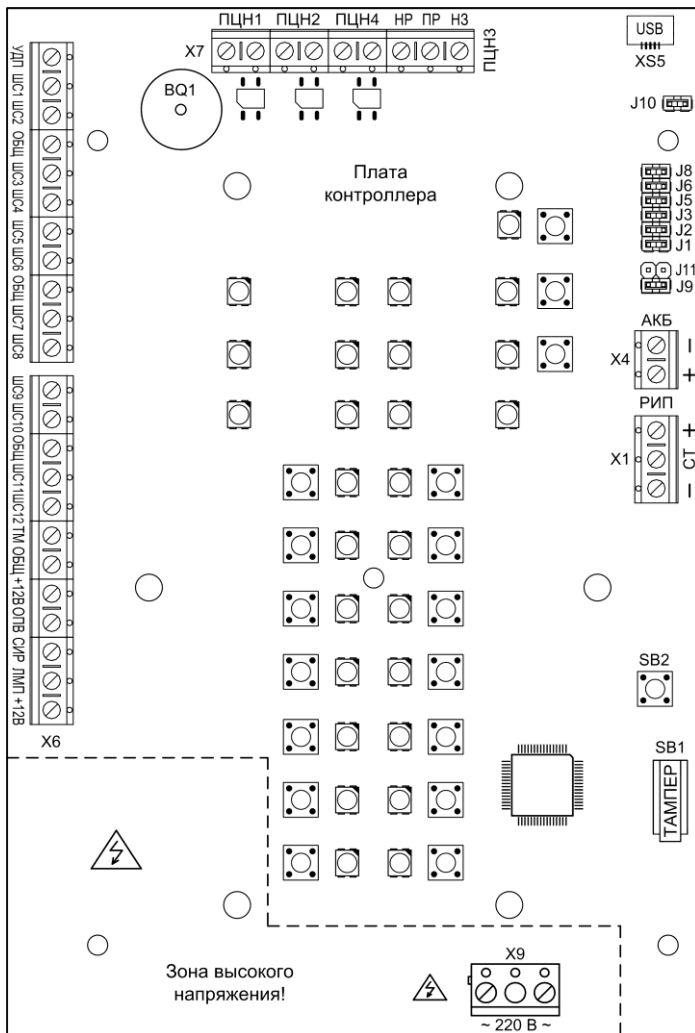

Рис.1 Внешний вид платы контроллера Гранит-12
ВНИМАНИЕ! На плате прибора присутствует зона высокого напряжения (см. рис.1). При использовании внешних устройств с рабочим напряжением 220 В контакты «НР», «ПР» и «НЗ» клемника X7 (ПЦНЗ), также могут находиться под напряжением 220 В.
Прибор состоит из корпуса и съёмной крышки. В корпусе расположена плата контроллера (рис.1). На плате контроллера установлена панель индикации и управления (рис.2).
3.1 Плата контроллера (рис.1) интегрирована с источником питания. На плате контроллера расположены следующие элементы: